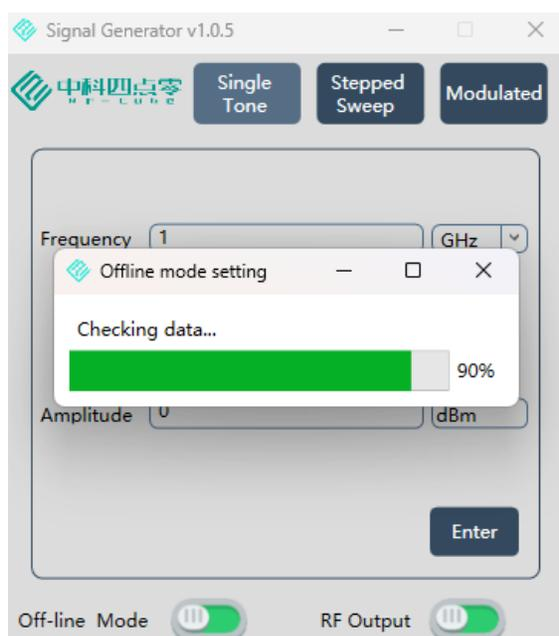

图13. 离线模式界面
在设置与显示区②完成设定后，点击开关控制区③右侧 RF Output 开关，开关颜色和产品指示灯变为绿色后；再次点击开关控制区③的左侧 Off-line Mode 开关，开关颜色变为绿色后，产品成功进入离线。如图 13 所示：